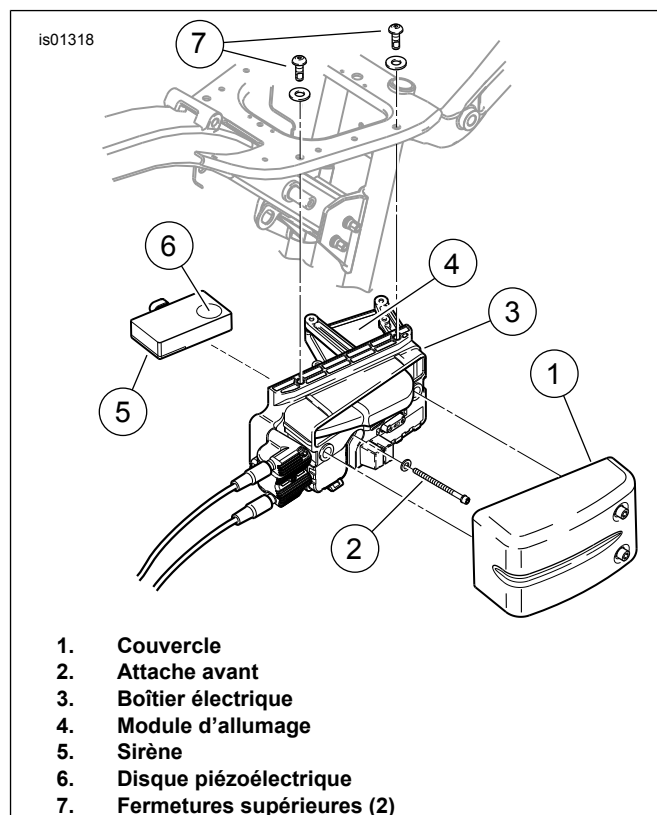

Figure 26. Dyna
1. Voir la Figure 26. Retirer le couvercle du chariot électrique (1).
2. Retirer la vis et la rondelle du chariot électrique avant (2).
3. Retirer les deux vis et rondelles supérieures du chariot électrique supérieur (7).